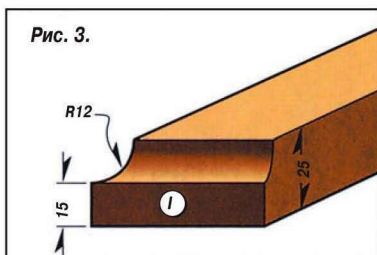

Рис. 3.
**7** Из заготовки толщиной 25 мм выпиливают одну заднюю опору **И** и две передние опоры **Ж**. На кромках деталей **Ж** по периметру фрезеруют выкружку, а на детали **И** (рис. 3) — только с трёх сторон.
**3** Из заготовки толщиной 16 мм выпиливают опорные рейки **L**, **M** и **N** (рис. 3). Концы деталей **N** и один из концов деталей **L** запиливают на ус. Вклеивают рейки на место и прижимают.